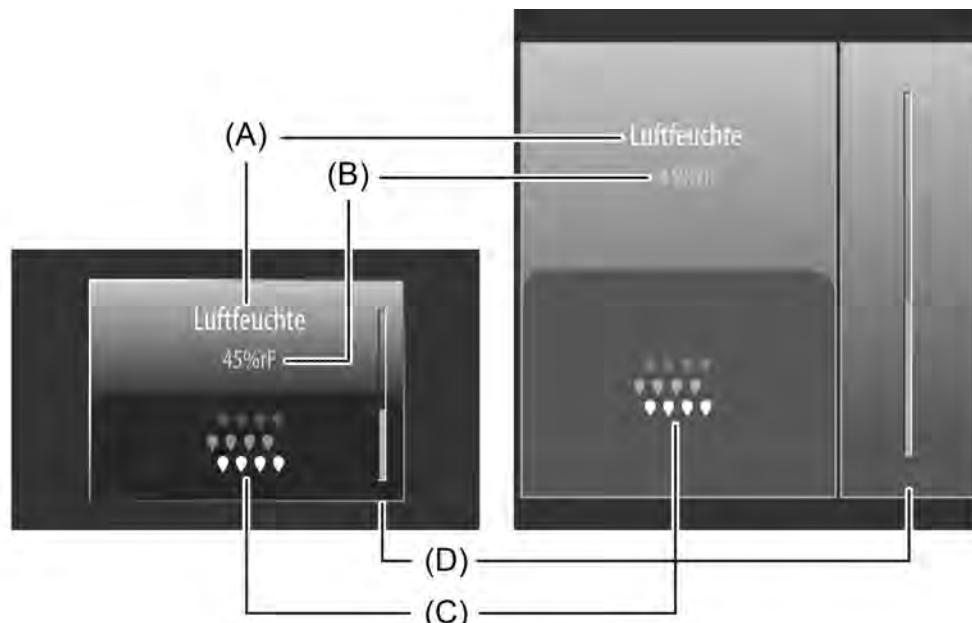

Bild 42: Beispiel für Bedien- und Anzeigeelement der Kanalfunktion "Wertgeber 2 Byte"
Der Anzeigebereich enthält verschiedene Darstellungselemente (Bild 42), die durch ETS-Parameter beeinflusst werden. Jedem KNX Kanal kann in der ETS eine Bezeichnung vergeben werden (A). Diese Text-Bezeichnung wird im Anzeigeelement zentriert zur Anzeige gebracht, wodurch steuerbare KNX Funktionen für den Anwender kenntlich gemacht werden (z. B. "Luftfeuchte"). Zusätzlich wird unterhalb der Bezeichnung ein Statuswert (B) eingeblendet, der abhängig vom Objektwert der Wert-Rückmeldung eines Aktors Werte im Klartext anzeigt (z. B. "45%rF"). Es ist möglich, den im Display angezeigten Wert um eine Einheit zu ergänzen. Der Text für die Werteinheit (im Beispiel "%rF") wird in der ETS parametriert. Solange nach einem Gerätereset noch kein Rückmeldungs-Objektwert empfangen wurde, zeigt der Statuswert "---" (ergänzt um die Einheit) an. Die Anzeige des durch das Wert-Rückmeldeobjekt empfangenen Gleitkommawerts ist durch ETS-Parameter formatierbar. So können die Anzahl der Nachkommastellen festgelegt und optional Verstärkungsfaktoren und Wertoffsets konfiguriert werden (siehe "Objekte" weiter unten).